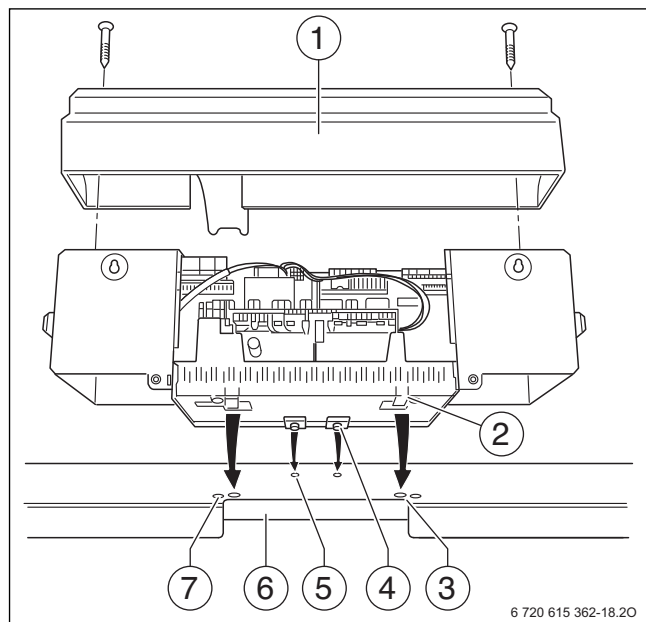
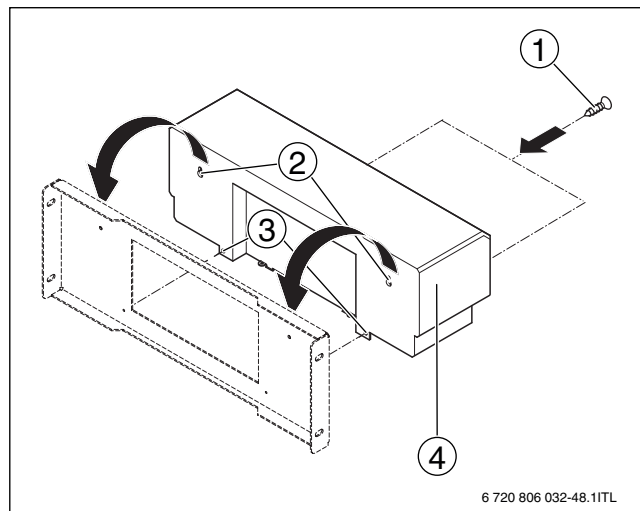

Рис. 20 Монтаж системы управления на котлах 120 - 820 кВт
Рис. 21 Монтаж системы управления на котлах 1040 - 1850 кВт
На рис. 20 система управления (без задней стенки) и кронштейн [1] показаны сзади.
На рис. 21, стр. 20 изображен вид сзади системы управления.
- ▶ Отверните два винта [1] на крышке. Снимите крышку [2] вверх (→ рис. 20).
- ▶ Выньте две заглушки (→ рис. 21, [2]) из системы управления.
- ▶ Установите систему управления (→ рис. 21, [4]) на цапфы кронштейна на стороне котла.
- ▶ Установите крышку на систему управления (→ рис. 20 и рис. 21, стр. 20).
- ▶ Закрепите крышку винтами (рис. 20, стр. 20 и рис. 21, стр. 20).